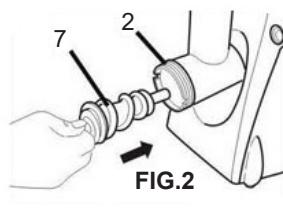

FIG.2
Contrôler que le joint en teflon et la rondelle métallique sont montés sur la vis sans fin (7) et qu'ils sont en bon état. Dans le cas contraire, les remplacer. Insérer la vis sans fin (7) dans la goulotte d'alimentation en le fixant sur l'axe moteur (fig.2). Positionner le plateau récupérateur de pulpe (16) sur la goulotte d'alimentation.
Effectuer les opérations indiquées au paragraphe « utilisation broyeur tomates » jusqu'à l'illustration de la fig.2.